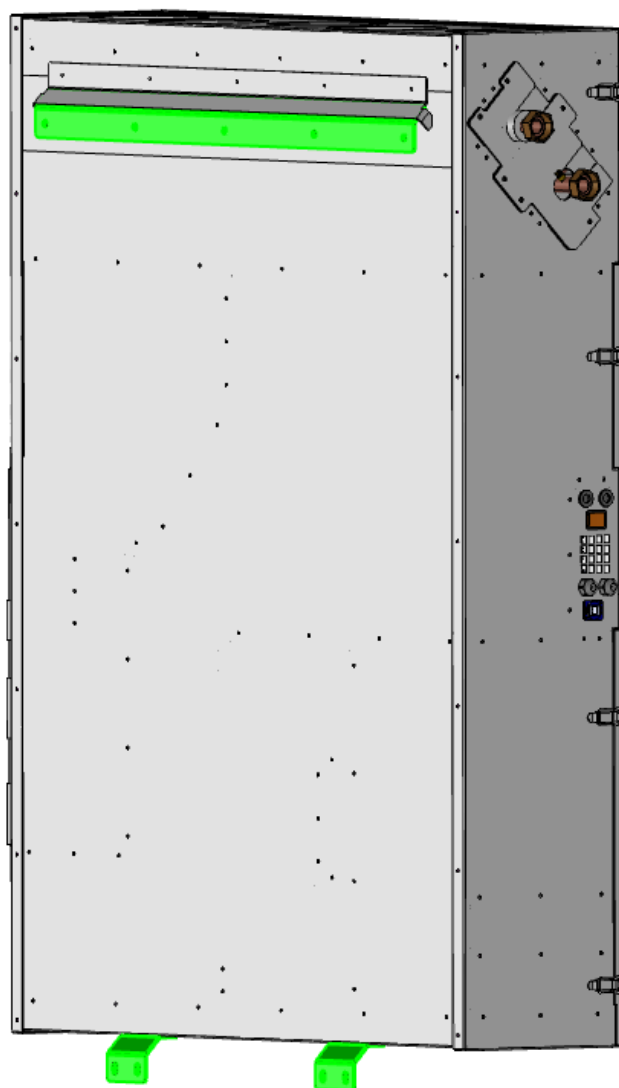

fig.3
- Appendere la macchina alla barra di appoggio come illustrato (fig. 3) e adagiare la macchina alla parete.